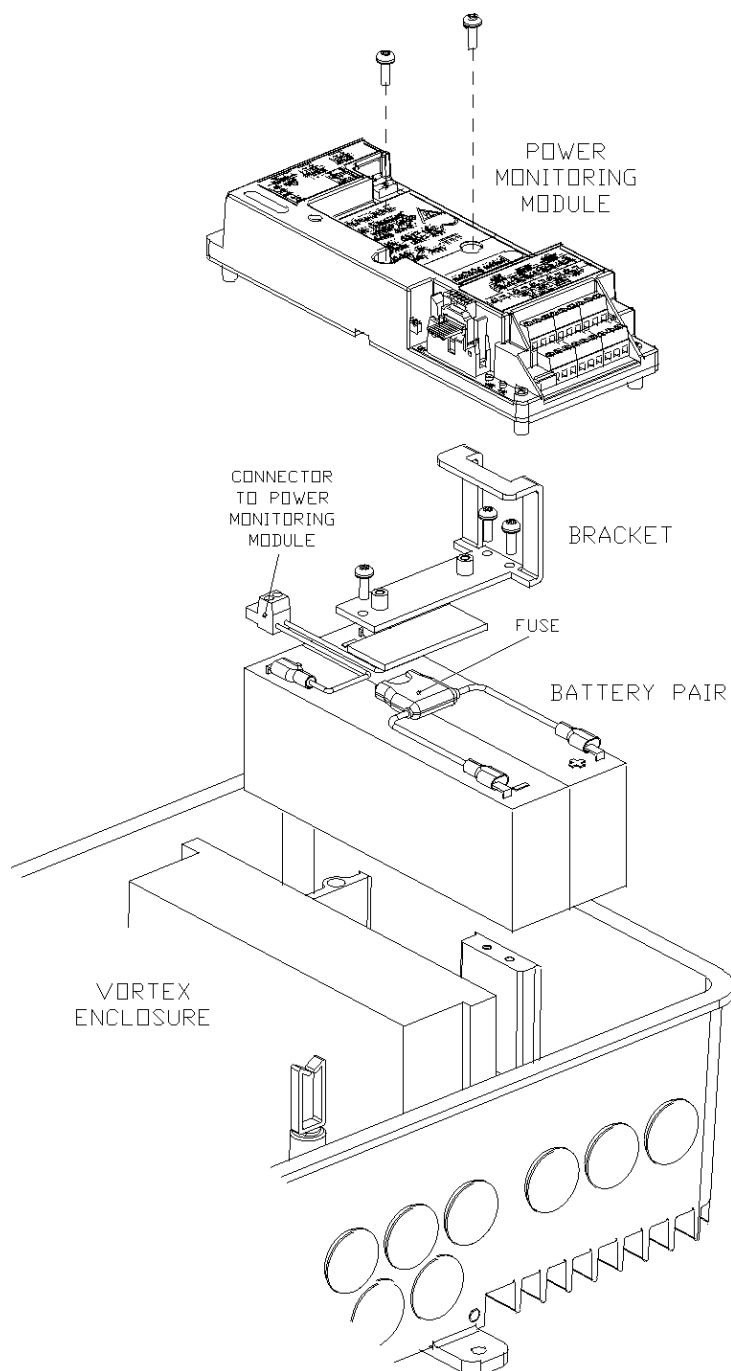

Figura 15: smontaggio delle batterie dal contenitore standard Vortex.
2. Svitare le due grandi viti centrali del modulo ed estrarlo delicatamente, senza scollegare alcun cavo (vedere la Figura 15).